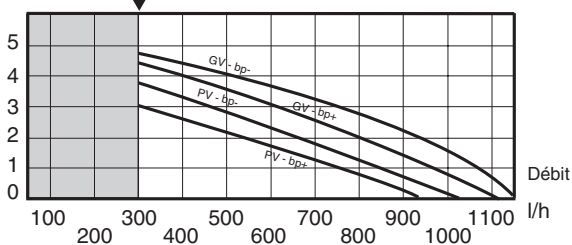

Fig. 15
- **GV**, krommen fig. 15, (in fabriek afgesteld).
Beweeg de vijs **d** (fig. 14) van de regeling van de by-pass, welke men ziet onder de hydraulische blok (losvrijen om te openen), teneinde de beschikbare manometrische hoogte aan te passen aan de drukverliezen van de installatie, volgens de kurven van de diagrammen **GV** (grote snelheid) of **PV** (kleine snelheid) (fig. 15 of 16).